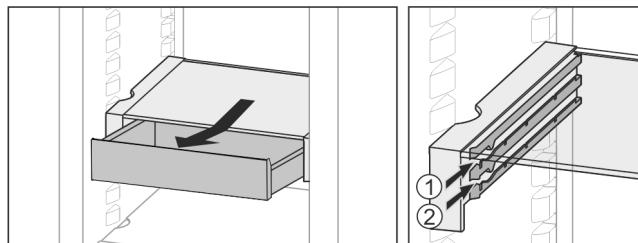

Fig. 34
- На любой высоте Fig. 34 (1) или Fig. 34 (2) вставить.